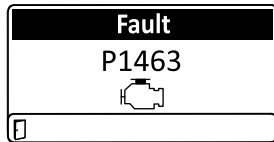

Figura 54
- Advertencia del motor (Figura 54)